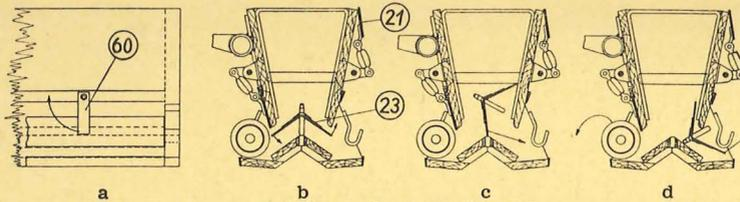

Abb. 10 Reinigung des BM-Düngerstreuers
4. Durchlaßschieber (21) in oberste Stellung ziehen!
5. Hinteren Durchlaßschieber (21) nach oben klappen (s. Abb. 10 b)!
6. Rührschieber (23) am Griffstück der beiden Blattzapfen (24) erfassen und nach oben aus den Führungsbuchsen (25) ziehen (s. Abb. 10 b)!
7. Rührschieber etwas nach vorn schieben u. hinteren Teil n. oben drehen (s. Abb. 10 c)!
8. Rührschieber weiter herausdrehen und durch den hinteren Durchlaß aus dem Kasten ziehen (s. Abb. 10 d)!
9. Vordere Streuwalze aus den Lagern herausnehmen (s. Abb. 10 d)!